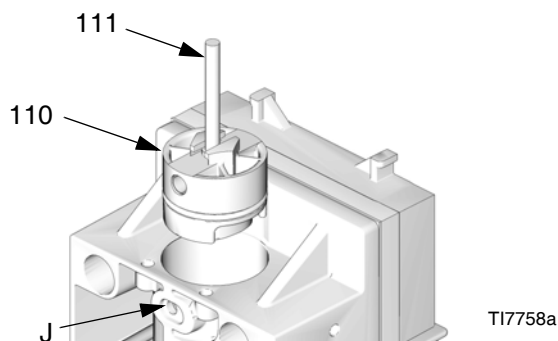

FIG. 10. Retiro de los topes del pistón
3. Vea la FIG. 10. Retire los pasadores del retén (111) de sus agujeros (J). Invierta los pasadores y deslice las cabezas en las ranuras de las tapas de extremo del pistón (110). Use los pasadores para sacar hacia afuera los topes del pistón.